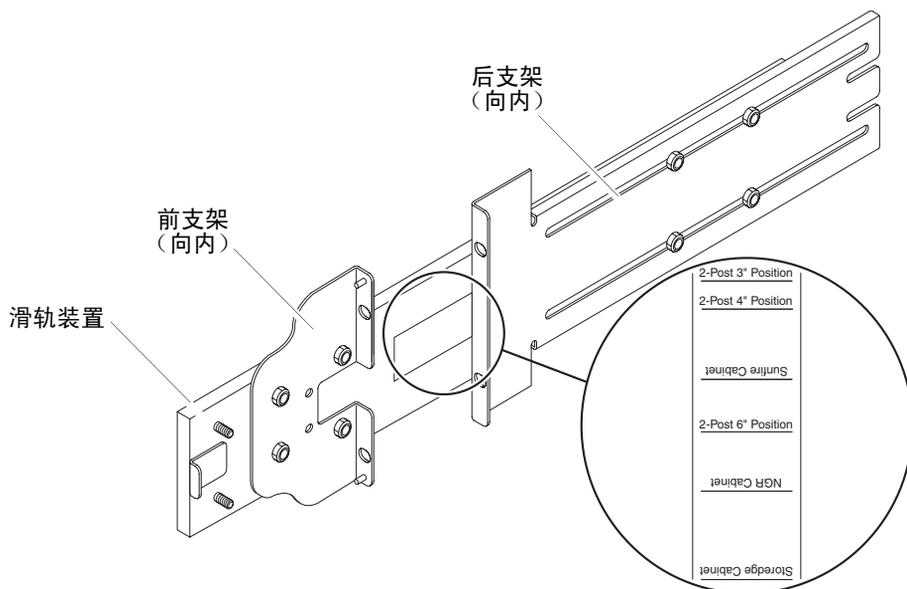

图 1-5 滑轨装置 - 调整后用于双柱机架安装
对于双柱机架安装，您可以拆开滑轨装置，然后重新组装（图 1-5）。滑轨装置可以进行调整，以符合柱深在 3 英寸（7.5 厘米）到 6 英寸（15.0 厘米）范围内的 19 英寸双柱机架。
3. 将前支架旋转 180 度，然后使其朝向内侧固定（图 1-5）。
5. 将后支架旋转 180 度，使其朝向内侧（图 1-5）。